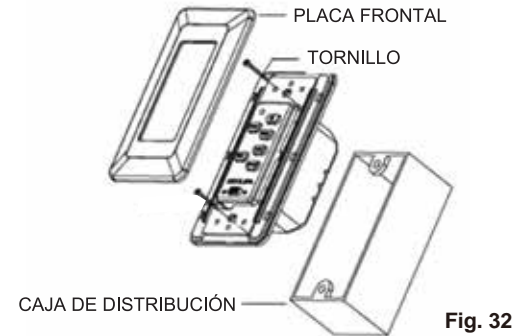

Fig. 32
Paso 1. Retire la placa de pared y el interruptor existentes de la caja de distribución eléctrica. (Fig.32)